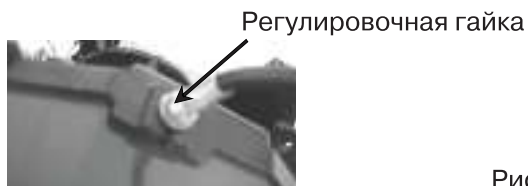

Рис. 13
- 3) Поверните регулировочную гайку на рис. 13 по часовой стрелке для натяжения; или против часовой стрелки для ослабления.